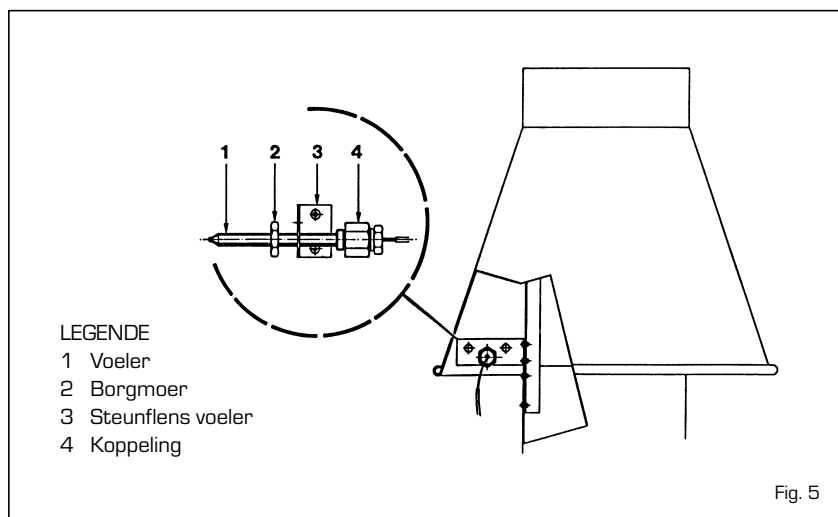

Fig. 5
**In de versies "52÷72" moet de voeler van de rookgasthermostaat op de achterzijde van de ketel worden gemonteerd. Bevestig hem op de steunflens van de anti-terugstroomvoorziening met de borgmoer die reeds op de voeler is aangebracht (fig. 5).**